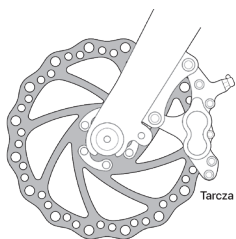
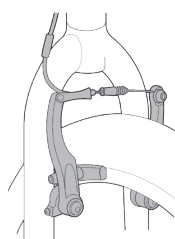

fig. 14
fig. 15
1. Jeśli rower jest wyposażony w hamulce szczękowe, odłącz szybkozamykacz hamulca, aby zwiększyć odstęp pomiędzy oponą a klockami hamulcowymi (zobacz Rozdział 4.C. rys. 14 do 17, s. 20 i 21).
1. W przypadku rowerów z przerzutkami: ustaw tylną przerzutkę na najwyższe przełożenie (najmniejsza, najbardziej zewnętrzna tylna zębatka). Jeśli rower jest wyposażony w przekładnię w tylnej piaście, przed rozpoczęciem zdejmowania tylnego koła skontaktuj się ze sprzedawcą lub zapoznaj się z instrukcjami producenta piasty. Jeśli rower jest wyposażony w jedno przełożenie oraz hamulec szczękowy lub tarczowy, przejdź do kroku (4) poniżej.
2. Jeśli rower jest wyposażony w hamulce szczękowe, odłącz szybkozamykacz hamulca, aby zwiększyć odstęp pomiędzy obręczą koła a klockami hamulcowymi (zobacz Rozdział 4.C. rys. 14 do 17, s. 20 i 21).
3. Niektóre hamulce rowerowe, takie jak hamulce tarczowe (rys. 14) i hamulce szczękowe typu V-brake (rys. 15) są bardzo silne. Podczas poznawania tych hamulców należy zachować szczególną ostrożność i obsługiwać się z nimi rozważnie w trakcie użytkowania.
Upewnij się, czy możesz wygodnie dosięgnąć dźwigni hamulcowych i wcisnąć je. Jeśli masz zbyt małe ręce, aby wygodnie operować dźwigniami, przed rozpoczęciem jazdy na rowerze skontaktuj się ze sprzedawcą. Odległość dźwigni od kierownicy może zostać dostosowana lub może się okazać, że konieczne jest zastosowanie innej konstrukcji dźwigni hamulcowej. Większość hamulców szczękowych posiada pewien rodzaj szybkozamykacza w celu stworzenia wystarczającego luzu między oponą a klockami podczas zdejmowania lub zakładania koła. Gdy szybkozamykacz hamulca znajduje się w pozycji otwartej, hamulce nie działają. Skonsultuj się ze sprzedawcą w celu upewnienia się, że rozumiesz działanie szybkozamykacza hamulca w rowerze (zobacz rys. 14, 15, 16, 17 i 18) i sprawdzaj przed każdą jazdą, czy oba hamulce działają poprawnie.